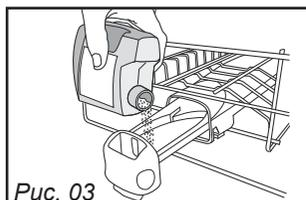

Рис. 03
• Порошки или жидкости (Рис. 03)